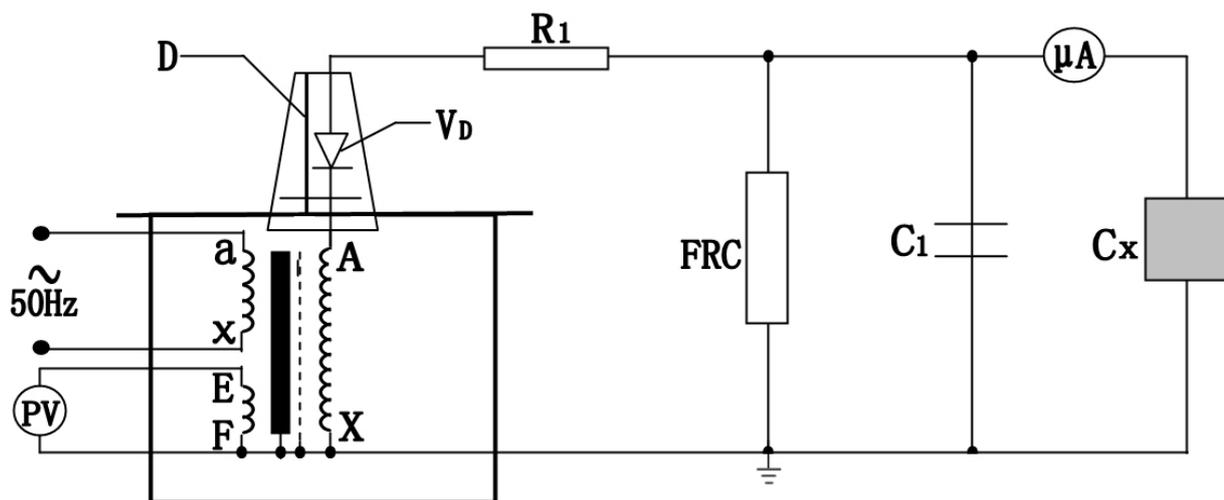

图 7：高压直流泄露试验接线图
2. 试验变压器在做被试品的直流耐压或泄露试验时接线原理图如图 7。
注：此试验应先抽出短路杆“D”，图 7 中所示。